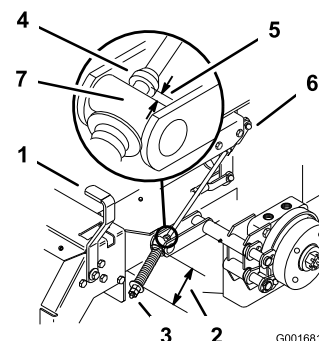

Figure 50
2. Mesurez la longueur du ressort ; les rondelles doivent être distantes de 74 mm (2-3/4") (Figure 50).
- A. Desserrez l'écrou de blocage situé sous le ressort et serrez l'écrou directement au-dessous de la chape (Figure 50).
6. Mesurez la distance entre le galet de tourillon et le collier sur la tige de frein. Elle doit être comprise entre 5 et 7 mm (3/16 et 1/4") (Figure 50).
- B. Tournez les écrous de réglage inférieurs jusqu'à obtention de l'écart voulu (Figure 50).